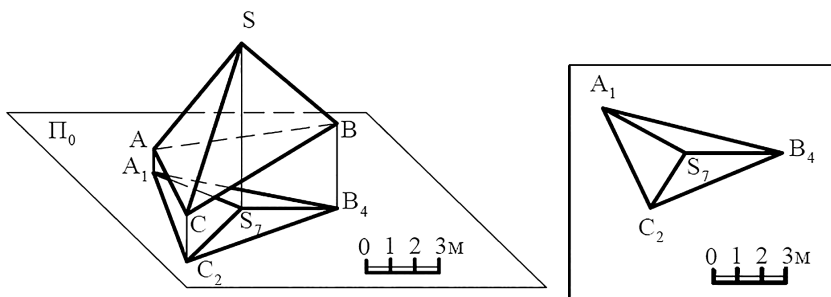

Рис. 5
*Проекции с числовыми отметками* позволяют судить о форме тел по одной горизонтальной проекции и высотным отметкам, указывающим характерные точки поверхности (рис. 5, 6).